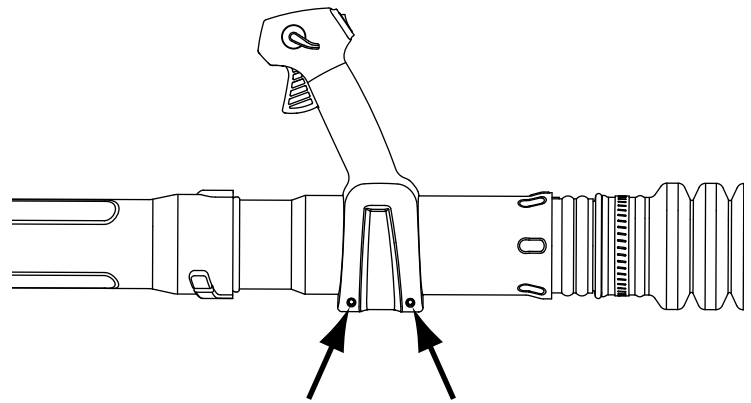

Fig. 8
2. A l'aide d'un tournevis Torx®, serrez les deux vis au bas de la prise de la manette des gaz (Fig. 8).